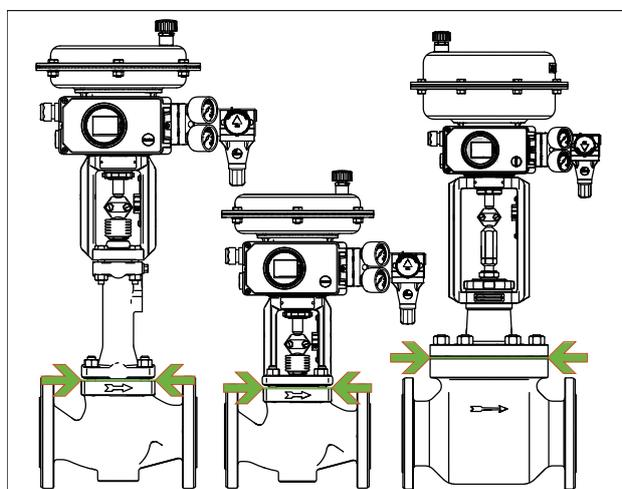

Bild 13: Grenze der Einisolierung von Stellventilen (Beispieldarstellung)
- ⇒ Stellventile nur bis zum Deckelflansch der Ventilhäuse einisolieren, vgl. Bild 13. Dies gilt auch für Ausführungen mit Balg- oder Isolierteil bei Mediumtemperaturen unter 0 °C oder über 220 °C. Wird das Isolierteil mit einisoliert, verliert es seine Funktion!